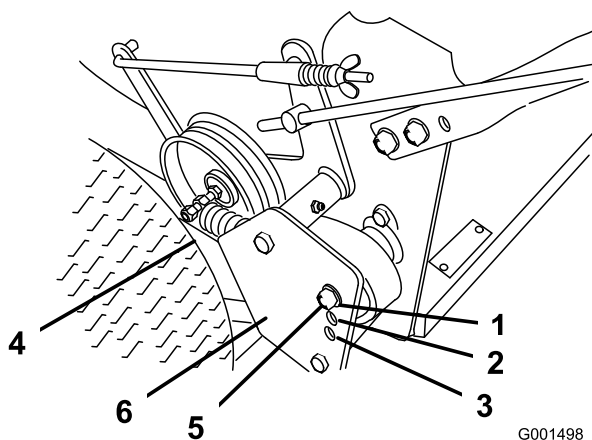

Figura 9
4. Retire el muelle de transmisión del perno de ajuste (Figura 9).
5. Retire la contratuerca que sujeta el perno de ajuste al deflector de la polea de transmisión (Figura 9).
Nota: La tensión de la transmisión de las ruedas es menor en la Posición A. La tensión aumenta en las Posiciones B y C (Figura 9).